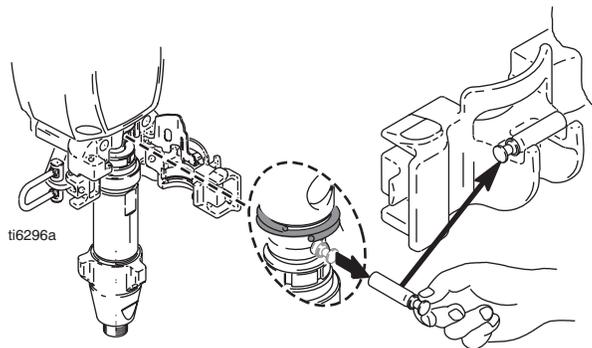

図 . 23
2. 図. 23。ピストンロッドが最低位置の状態ですべてのポンプを停止させます。
- 10. 図 . 23. ポンプピンを引き抜き、ピンホルダに差し込みます。